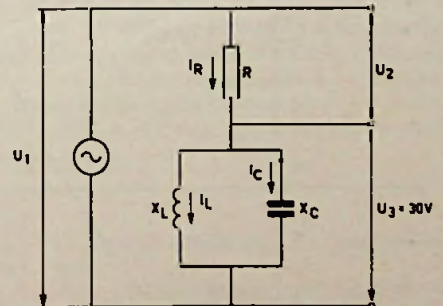

Fig. 3.
- 4 De spanning  $U_3$  in fig. 3 bedraagt  $30 \text{ V}$ . Bij een frequentie  $f = 500 \text{ kHz}$  geldt: